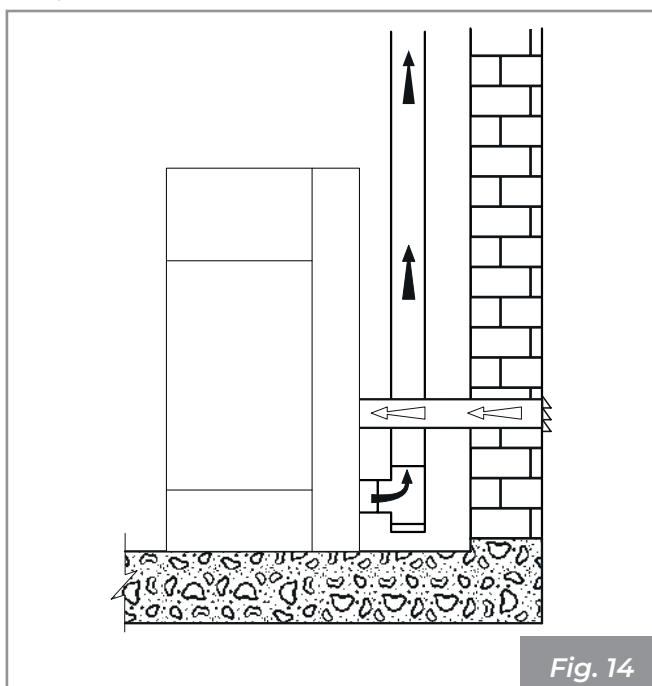

Fig. 14
- il peut provenir directement de l'extérieur à travers un raccordement direct à la chambre de combustion (**Fig. 14**).
- Relier l'entrée d'air de combustion de l'appareil à la prise d'air avec un conduit approprié (**Fig. 14**).